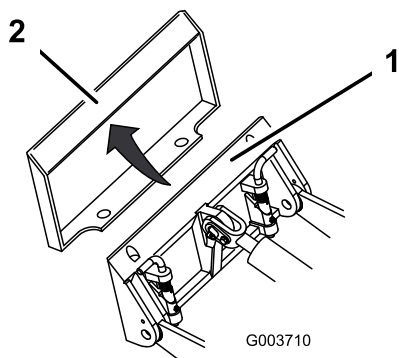

Figure 9
4. Insérez la plaque de montage dans le bord supérieur de la plaque réceptrice de l'accessoire (Figure 9).